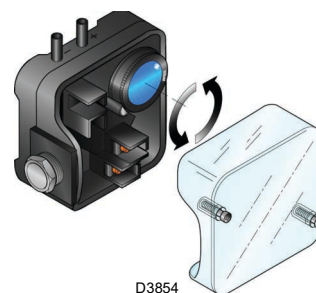

Fig. 26
- Régler le pressostat d'air (Fig. 26 à la p. 26) en début d'échelle.
Effectuer le réglage du pressostat air après avoir effectué tous les autres réglages du brûleur avec le pressostat air réglé en début d'échelle (Fig. 26).